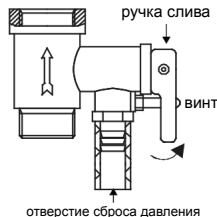

Рис. 6
4. На входной патрубке обозначенный голубым цветом и стрелкой направления течения воды накрутите предохранительный клапан так, чтобы течение воды совпадало с направлением стрелки на корпусе клапана. На отверстие сброса давления предохранительного клапана (см. рис. 6) оденьте дренажную трубку\* для отвода воды (возможно появление при нагревании) в канализацию (трубку необходимо направить строго вниз и запрещать её).
6. Чтобы слить воду из внутреннего резервуара необходимо, воспользоваться предохранительным клапаном: открутить винт ручки слива предохранительного клапана и перевести ручку слива в верхнее положение, при этом кран выхода горячей воды должен быть открыт, а кран подачи холодной воды в водонагреватель должен быть перекрыт (смотри рис. 6). Из отверстия сброса давления предохранительного клапана потечет вода. Никогда не сливайте воду, если ее температура выше 50 °С, т. к. это может привести к ожогам.